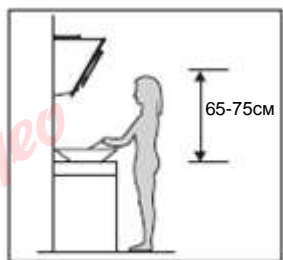

Рис. 2.
3. После определения нужной высоты расположения вытяжки, отмерьте местоположение отверстий для крепления прибора и кронштейна внутреннего короба. Просверлите 4 отверстия $\varnothing 8$: 2 для крепления кронштейна внутреннего короба и 2 отверстия для крепления корпуса. Следите, чтобы прибор был выровнен в горизонтальной плоскости. Место крепления кронштейна внутреннего короба — самая высокая точка вытяжки. Для того чтобы подвесить вытяжку, винты должны выступать из стены на 2-3 мм. См. рис. 2.